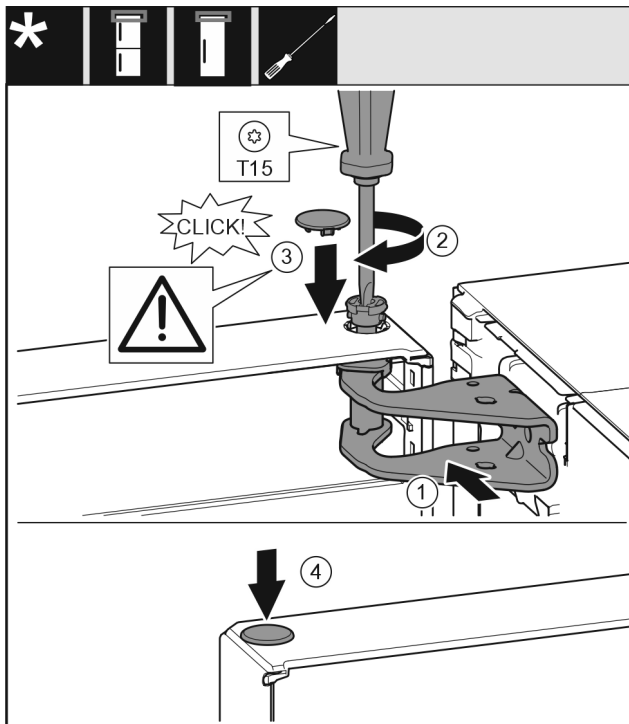

Fig. 17
- ▶ Alinee la parte superior de la puerta respecto a la abertura en el soporte de cojinete. Fig. 17 (1)
- ▶ Introduzca el perno y atorníllelo con el destornillador T15. Fig. 17 (2)
- ▶ Montar la cubierta del seguro para asegurar la puerta: introduzca la cubierta del seguro y compruebe si descansa sobre la puerta. De lo contrario, introduzca por completo el perno. Fig. 17 (3)
- ▶ Coloque el tapón. Fig. 17 (4)